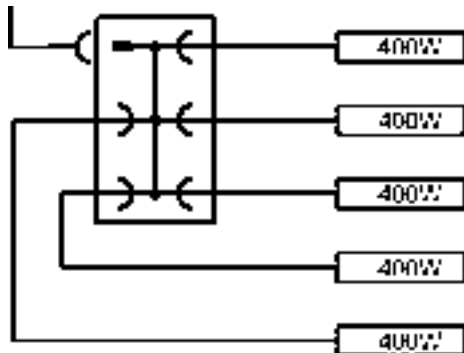

Рис. 8
- I Монтаж и подключение к прибору управления для инфракрасного излучателя должны осуществляться по схеме присоединения (Рис. 8).